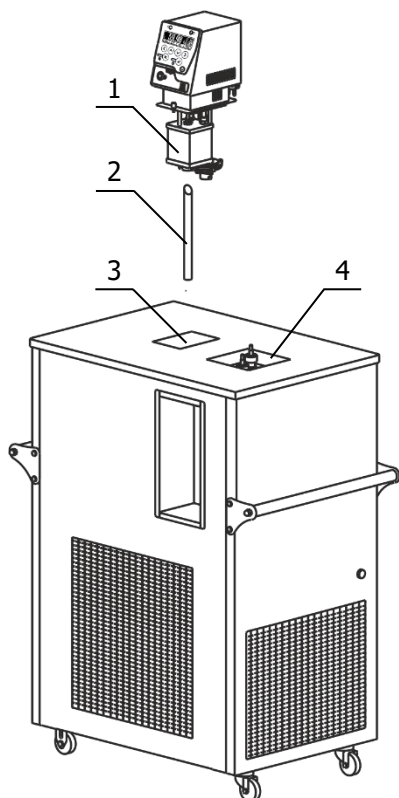

Рисунок 3 — Установка блока регулирования температуры
2.2.3 Вставить выходную трубку насоса 2 (рисунок 3) косым срезом до упора в резервуар 1 блока регулирования и зафиксировать винтом.
2.2.4 Погрузить блок регулирования в отверстие 3 так, чтобы трубка 2 (рисунок 3) попала в переходное отверстие на дне ванны, и зафиксировать его винтовыми фиксаторами на крышке термостата.
2.2.6 Заполнить ванну термостата теплоносителем через отверстие над рабочей ванной 4 (рисунок 3) до момента начала слива теплоносителя из переливного штуцера 11 (рисунок 3). Температурный диапазон применения теплоносителя должен соответствовать значениям, указанным в 1.2.6.
Причина отсутствия перемешивания — неправильная работа насоса, вызванная воздушной пробкой, образовавшейся в резервуаре 1 (рисунок 3). Для ее устранения необходимо: